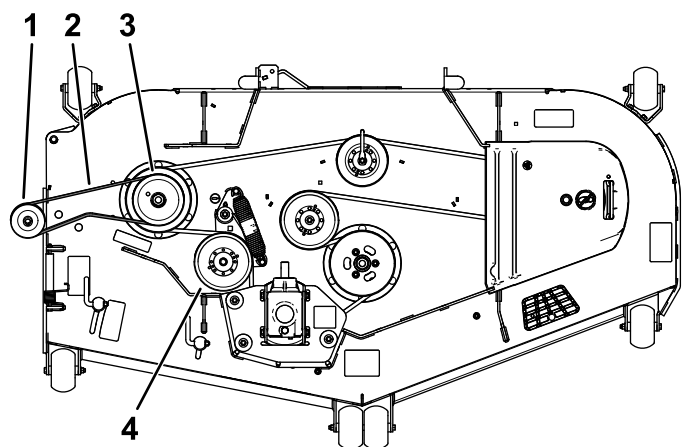

Figure 7
3. Tirez la poulie de tension rappelée par ressort en arrière et chaussez la courroie sur la poulie du tablier (Figure 7).